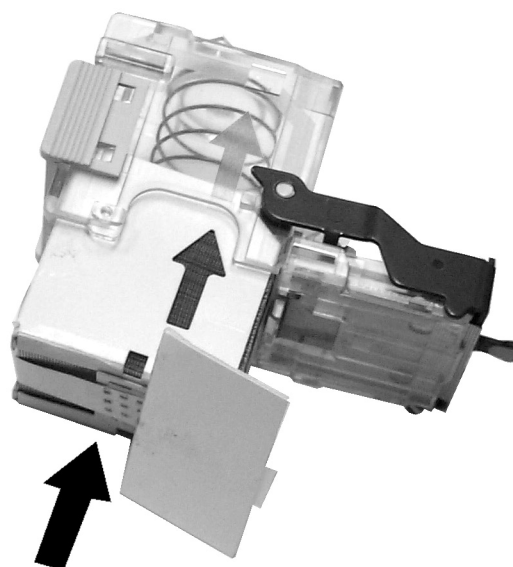

Figura 6: Inserir o novo Conjunto de Agrafos no Cartucho
- 6 Alinhe a seta do Conjunto de Agrafos com a seta no Cartucho de Agrafos e empurre o conjunto para dentro do cartucho (Figura 6).